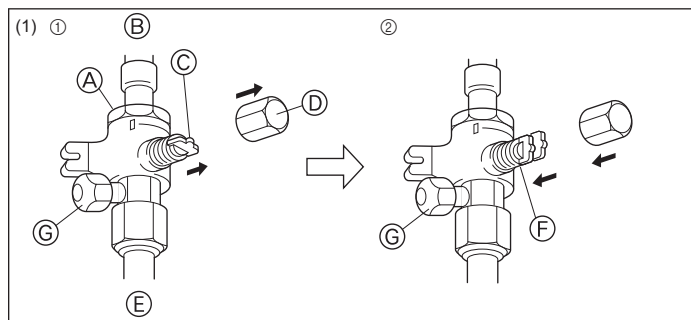
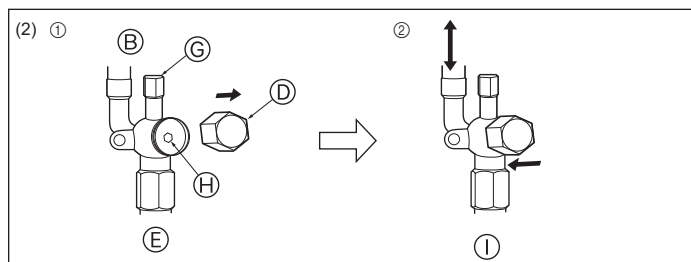

Fig. 4-6
Fig. 4-7
(1) Сторона с газом (Fig. 4-6)
① Снимите колпачок, потяните ручку на себя и поверните на 1/4 оборота против часовой стрелки для открытия.
② Убедитесь в том, что запорный кран полностью открыт, надавите на ручку и поверните колпачок в первоначальное положение.
(2) Сторона с жидкостью (Fig. 4-7)
① Снимите колпачок и поверните шток золотника против часовой стрелки до упора, используя для этой цели 4 мм шестиугольный гаечный ключ. Прекратите поворачивать шток в момент, когда тот достигнет стопора. (Ø6,35: Приблизительно 4,5 оборотов) (Ø9,52: Приблизительно 10 оборотов)